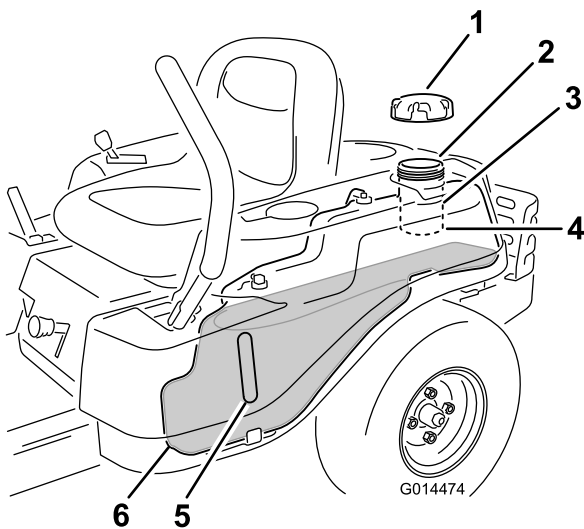

Figura 9
Nota: Puede utilizar la mirilla de combustible para verificar la presencia de gasolina antes de llenar el depósito (Figura 9).
2. **Añada gasolina sin plomo** lentamente (Figura 9) hasta que el combustible llegue a la base del cuello de llenado (0).